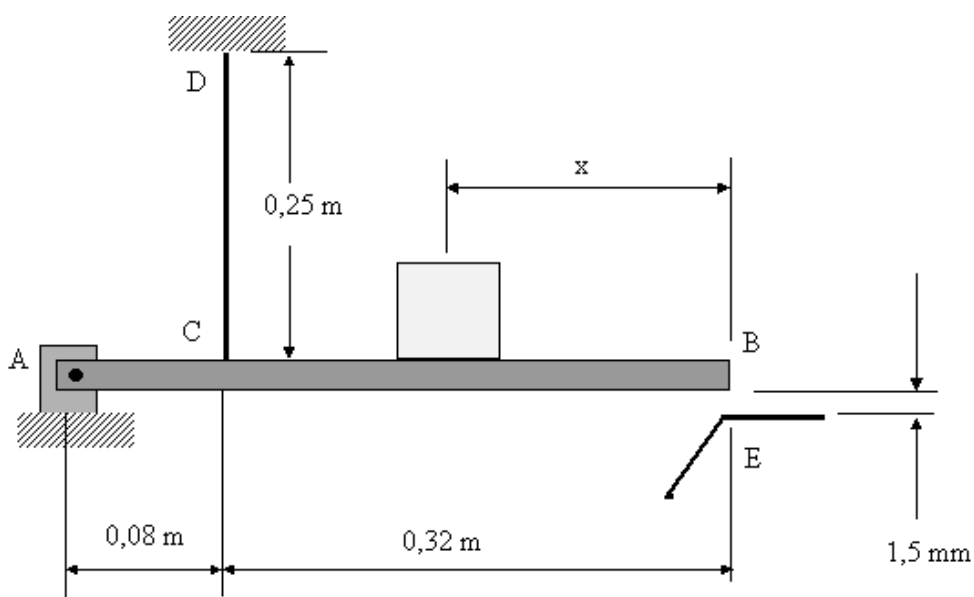

Figura 2.22
2.3.6 O fio de aço CD de 2mm de diâmetro da Figura 2.22 tem o seu comprimento ajustado de forma que, se nenhum carregamento atuar, existe uma distância de 1,5mm entre a extremidade B da viga rígida ABC e o ponto de contacto E.